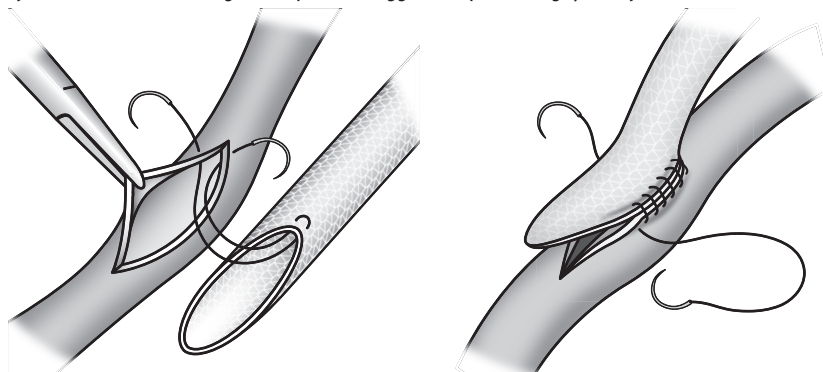

Fig. 5
2. Monofilamentpolypropylen er det foretrukne suturmaterialet. Under suturering skal kantene på protesen vrennes, og det må sikres at hele veggtykkelsen og et nettøye tas opp med hvert sting. Fig. 5. Det anbefales å kun bruke ikke-kuttende nåler ved sying.